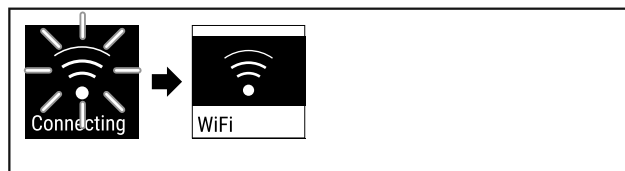

Fig. 86
- ▶ A kapcsolat létrejön (lásd Fig. 86) .